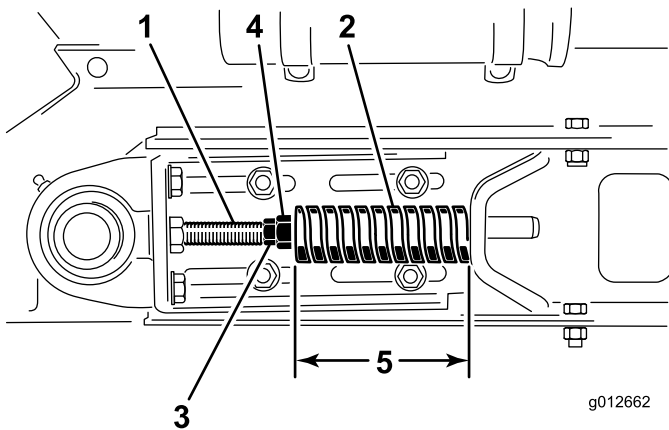

Figura 20
3. Afloje la contratuerca trasera (Figura 20).